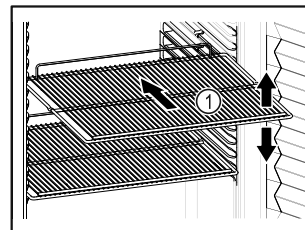

Fig. 60 Примерно изображение
- ❑ Ако стелажите за съхранение Fig. 60 (1) могат да се местят, регулирайте ги според височината.